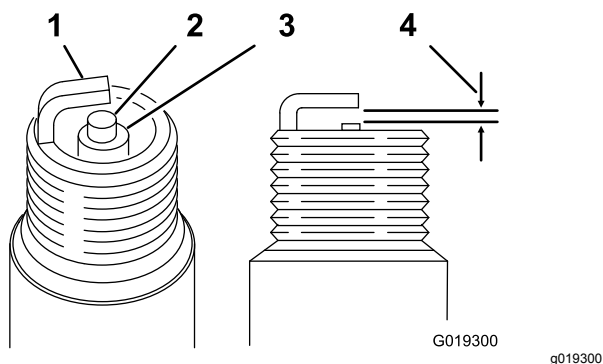

図 32
エアギャップ 0.70-0.80 mm 図 32を参照。
4. 図 32 のように、エアギャップを 0.70-0.80 mm に調整する。